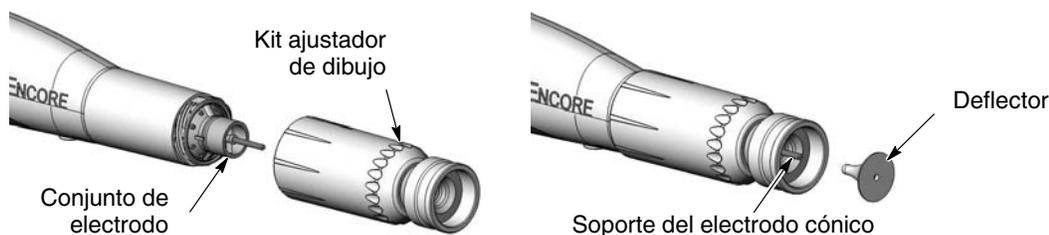

Figura 4-8 Instalación del kit ajustador de dibujo
3. Ver la figura 4-8. Instalar la boquilla cónica integral en el conjunto de electrodo y atornillar la tuerca de la boquilla en sentido horario y apretarlo con las manos.